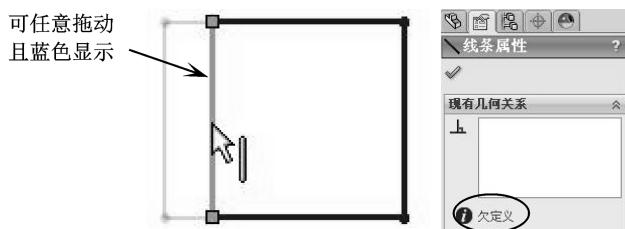

图 2-158 欠定义的草图状态
- 欠定义:草图中有些尺寸未定义,欠定义的草图实体呈蓝色,此时草图的形状会随着鼠标的拖动而改变,同时属性管理器面板中显示欠定义符号,如图 2-158 所示。